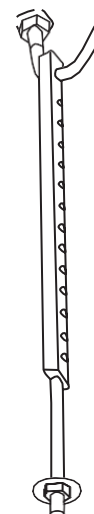

Fig. 4.4
4. Installez les quatre boulons de suspension (voir Fig. 4.4).